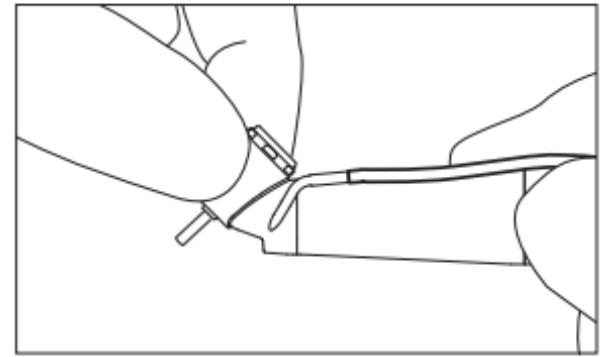

Fig. 5
- 5) Depois de a rotação ter parado completamente, toque na cabeça do contra ângulo para confirmar que NÃO está demasiado quente (Fig. 5).